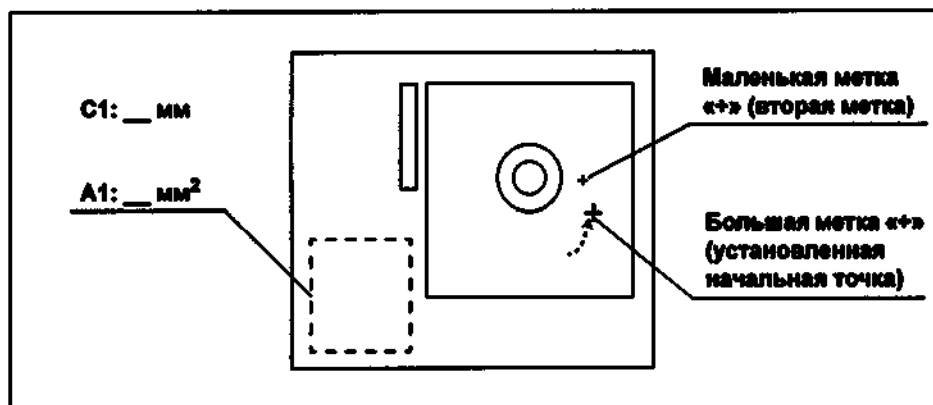

Рисунок 8.15
- 2 В области отображения результатов измерения появятся надписи «C1: __ mm» и «A1: __ mm²». (см. рис. 8.15)